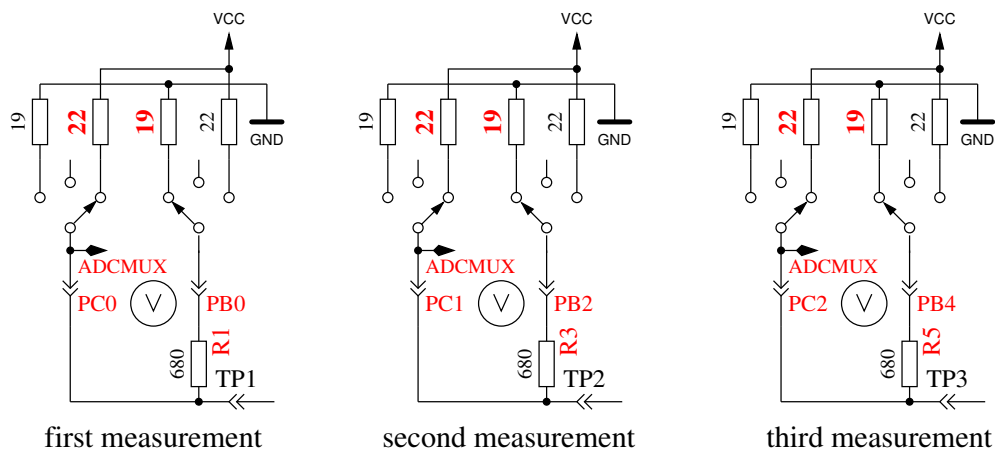

Abbildung 5.64. Messung des Innenwiderstandes des auf VCC geschalteten Port-C-Ausgängen.
9. **Messung des Innenwiderstandes von auf VCC geschalteten Port-Ausgängen.** Der benötigte Strom wird von auf GND geschalteten 680Ω-Widerständen geliefert. Es ist die gleiche Messung wie die in Test 8 zur anderen Seite, wie in Abbildung 5.64 gezeigt wird. Der Innenwiderstand wird wie folgt berechnet: Um den Strom zu berechnen: $(5001 - (\text{Ergebnis von Test 8}) - (\text{Ergebnis von Test 9})) / 680$. Die Widerstandswerte ergeben sich, wenn die gemessene Spannung durch diesen Strom dividiert wird. Das Ergebnis für diesen Test wird dann in Zeile 1 mit dem Text „RI_Hi=“ in Ω angezeigt, der Innenwiderstand zur GND-Seite wird in Zeile 2 mit dem Text „RI_Lo=“ angezeigt. Diese Werte werden ab Software-Version 1.06k bei jeder Messung neu bestimmt und hier nur dargestellt.